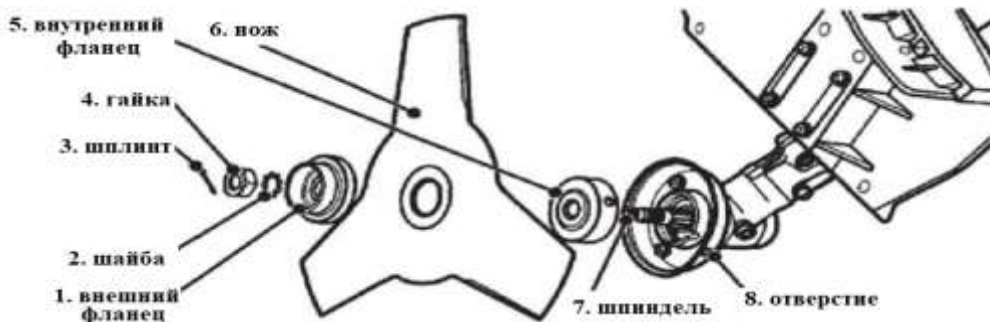

Рис. 4 Установка ножа бензиновой косы.
1. Смотрите Рис. 4. Установите, соблюдая последовательность, на шпindel бензиновой косы 7: внутренний фланец 5, нож 6, внешний фланец 1, шайбу 2 и гайку 4;